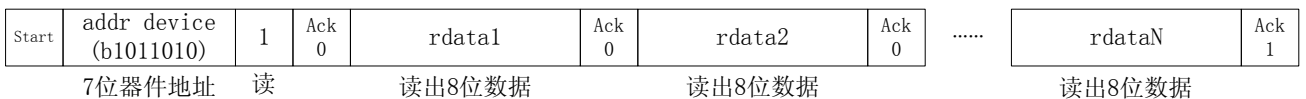

图 8.1b I²C 读操作
1. MCU 发 EG4328 的写操作地址 0xB4h, 既如图 8.1b 所示的高位 7 位器件地址的 b1011010 和写操作位 bit0 为 “0”。